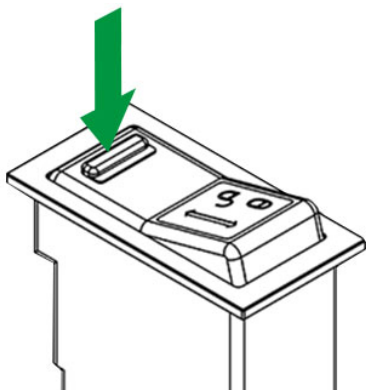

Abbildung 92: Verriegelungsbolzen VERRIEGELN
- Die grüne Sichtanzeige ist ausgefahren und von der Baggerkabine aus sichtbar, siehe *Abbildung 92*.